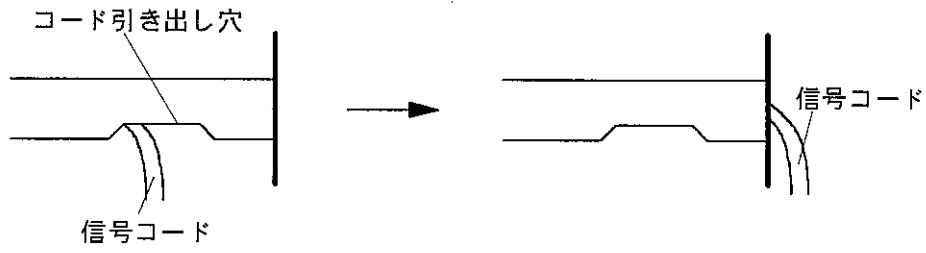
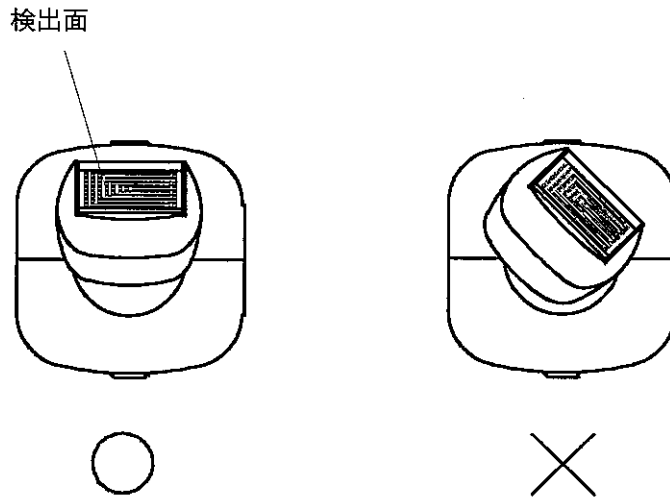

図4 信号コードの引き出し
図5 検出面の固定
- ①センサ部信号コードを取付面より貫通させて使用するときは、図4のようにコードをパイプ口から引き出して下さい。
- ②センサ部を付属のタッピングネジなどで壁面などに固定して下さい。
- ③センサ部の長さは六角ボルトにより長さ調整ができます。（430mm～580mm）
- ④六角ボルトで固定する際に図5のように検出面が真上に向くように（検出面が横に傾かないように）固定して下さい。